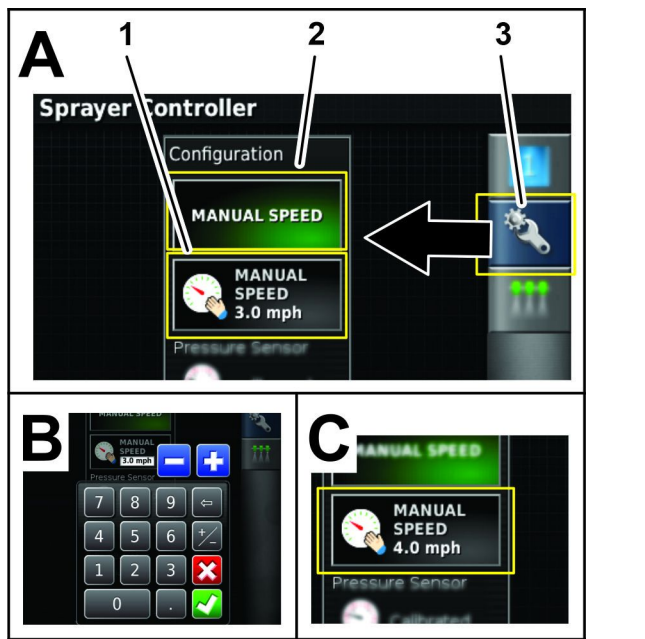

Figura 179
6. Pressione o ícone VELOCIDADE MANUAL (Figura 179).
7. Pressione o ícone Inserir velocidade manual (Figura 179).
8. Use o teclado virtual para introduzir a velocidade simulada e, em seguida, pressione o ícone Confirmar (Figura 179).